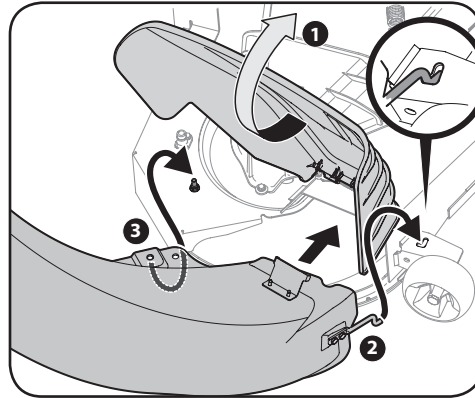

Figura 4-28
6. Fije el codo del canal de descarga en la plataforma de corte usando una (720-04122) perilla de aletas incluida en el paquete de herrajes 689-01419. Consulte la Figura 4-28.